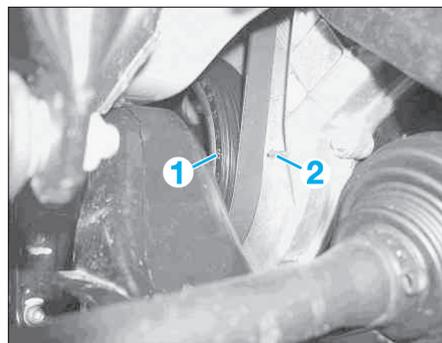

FIG. 19
• Tourner le vilebrequin pour amener le cylindre n° 1 au PMH. Le repère (1) sur la poulie de vilebrequin doit correspondre avec celui du carter inférieur de distribution (2) (Fig.19).